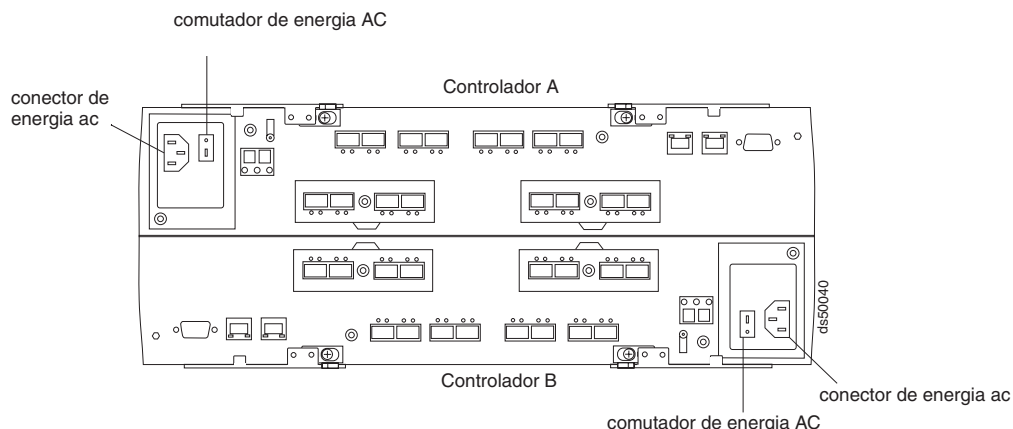

Figura 91. Interruptores AC nos Controladores
5. Ligue o interruptor AC na parte traseira de cada controlador no subsistema de armazenamento. A Figura 91 na página 140 mostra o local dos interruptores AC nos controladores.